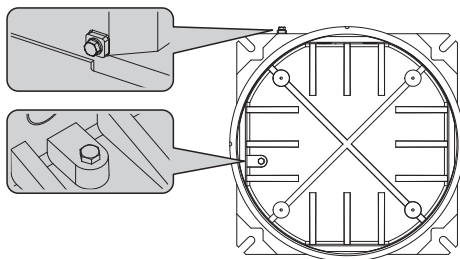

Fig. 02 Корпус с резьбовой крышкой.
Источник питания приемника EXDTRX3 имеет напряжение 230Vac перем. тока, 50/60Гц. Приемник должен быть заземлен с помощью внутреннего и внешнего винтов заземления (Fig. 02, страница 8).
**Источник питания приемника EXDTRX324 имеет напряжение 24Vac перем. тока, 50/60Гц. Приемник должен быть заземлен с помощью внутреннего и внешнего винтов заземления (Fig. 02, страница 8).**